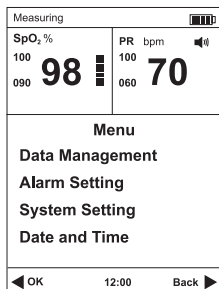

Abb. 3.1
- 1) Halten Sie die Einschalttaste 3 Sekunden lang gedrückt, um das Oximeter einzuschalten. Drücken Sie dann die Menütaste, um das Hauptmenü aufzurufen. Sehen Sie dazu Abb.3.1